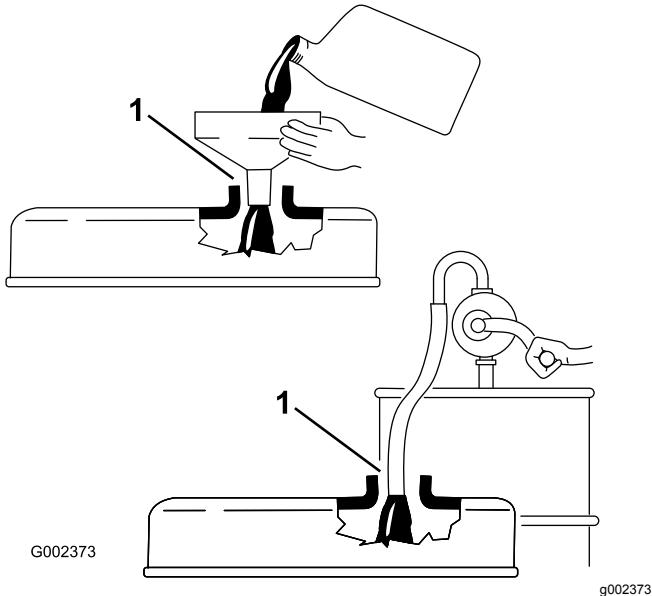

図 24
**重要**エンジンオイルを補給するときには、ディップスティックを抜いておいてください。エンジンオイルを補給する時には、補給口とジョウゴなどの間に必ず**図 24**に示すようなすき間が必要です。これは補給の際に通気を確保し、オイルがブリーザ内部に侵入しないようにするためです。